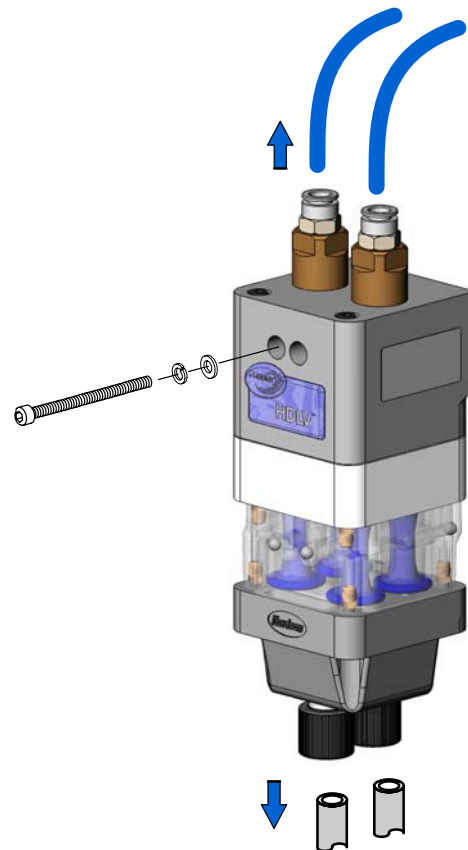

Bild 9 Förberedelser
1. Se bild 9. Koppla loss slangarna för spolningsluft från pumpens ovsansida.